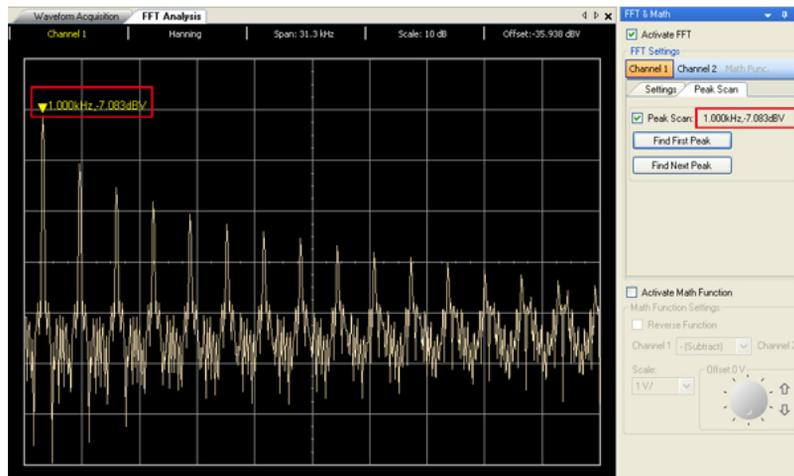

Figure 2-13 Première crête
- 3 Une fois la fonction Peak Scan activée, vous voyez apparaître un indicateur sur le spectre pointant sur la première crête, comme l'indique la Figure 2-13